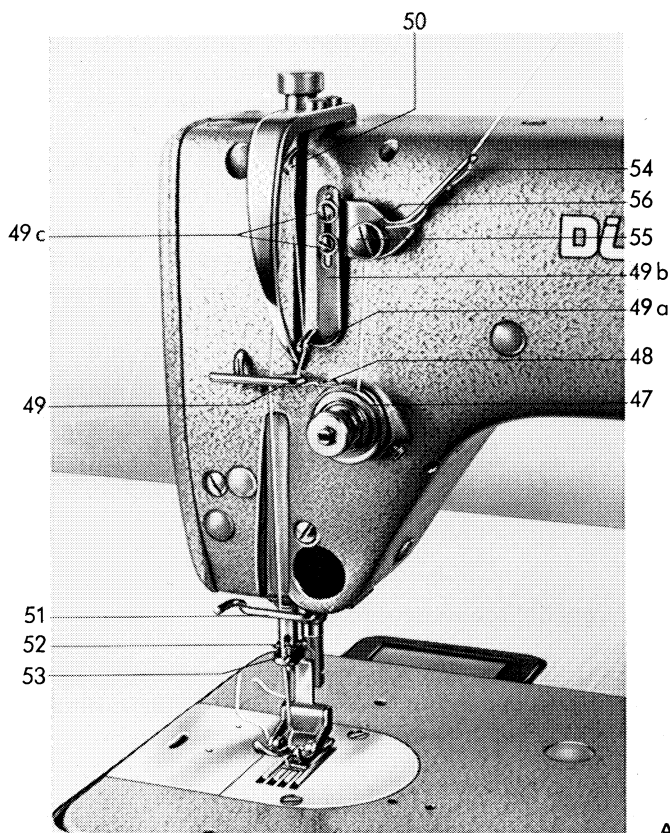

Abb. 42
41. Einfädeln des Oberfadens (Abb. 42)
Einstellen der Fadenumlenköse (Abb. 42)